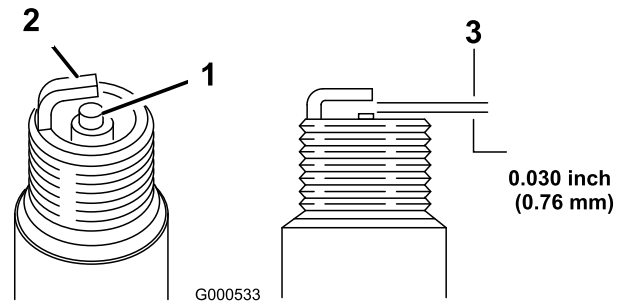

Figure 33
1. Examinez le centre de la bougie (Figure 33). Si le bec isolant est recouvert d'un léger dépôt gris ou brun, le moteur fonctionne correctement. S'il est couvert d'un dépôt noir, c'est généralement signe que le filtre à air est encrassé.
2. Contrôlez l'écartement entre l'électrode centrale et l'électrode latérale (Figure 33). Courbez l'électrode latérale (Figure 33) si l'écartement est incorrect.